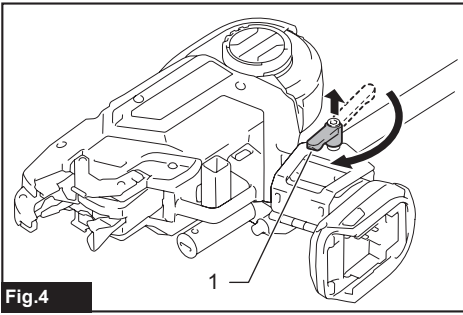

Fig.4
► Fig.4: 1. Latch
► **Fig.4:** 1. Trava